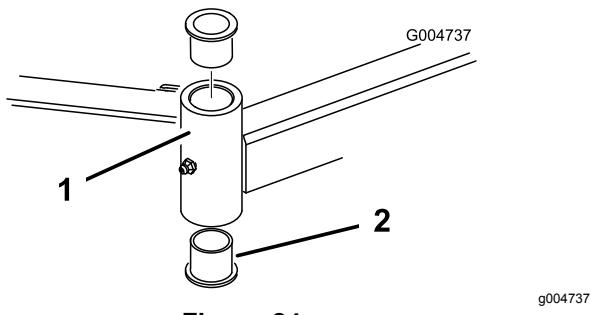

Figura 24
- Introduza um punção para cavilhas na zona superior ou inferior do tubo de montagem e retire o casquinho para fora do tubo (Figura 24). Retire igualmente o outro casquinho do tubo. Limpe o interior dos tubos para remover a sujidade.